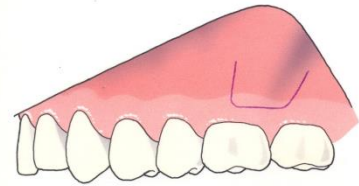

Fig. 1
Een U-vormige incisie in de maxilla maken. Een verticale incisie maken van ± 1 cm mesiaal van en evenwijdig met de crista infra-zygomatica, vervolgens een horizontale incisie van 2 mm onder de mucogingivale grens maken en ten slotte een verticale incisie (3) van ongeveer 1 cm opwaarts naar de crista infra-zygomatica (fig. 1).
Een horizontale snede in de mandibula maken tot in de aangehechte gingiva en die mesiaal en distaal naar onderen uitloopt tot in de mucosa (fig. 1).